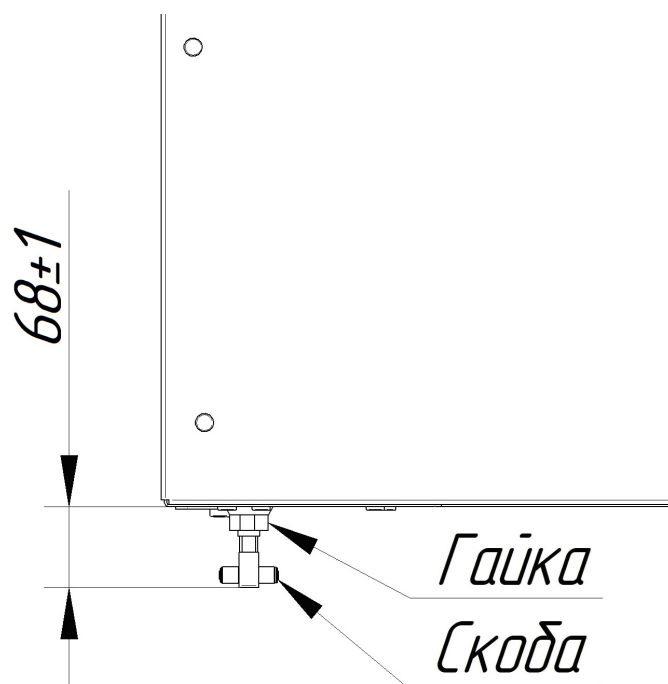

Рис. 38. Регулировка замкового устройства
При неправильной работе уплотнителя (выход пара) печи необходимо отрегулировать положение скобы (см. рис. 38). Для этого требуется выполнить:
2. отрегулировать положение скобы согласно рис. 38;